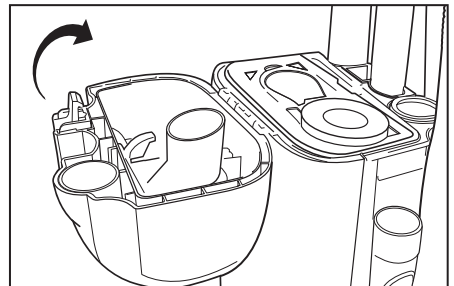

Fig. 5
- Remettez le couvercle en place, puis appuyez sur le bouton de déverrouillage du couvercle pour le fixer en place (Fig. 5).